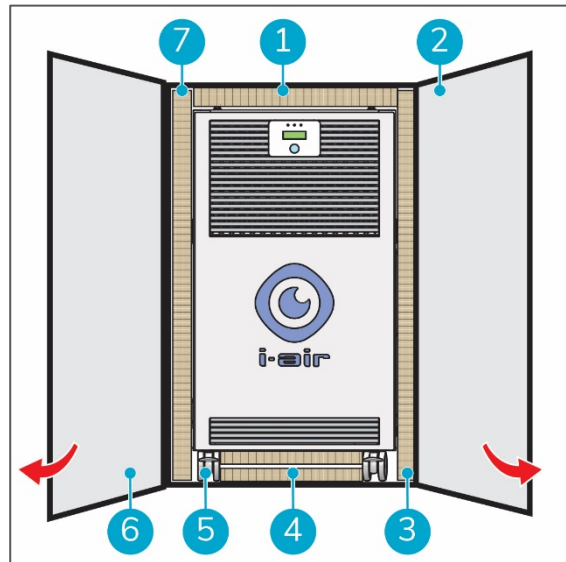

Abbildung 7
2. Öffnen Sie die vorderen Kartondeckel (Abbildung 7, Pos. 2 und 6).
- Nun wird der i-air Pro sichtbar, siehe Abbildung 7.
4. Ziehen Sie den Wabenkarton auf der linken und der rechten Seite heraus (Abbildung 7, Pos. 3 und 7).
5. Ziehen Sie die beiden Wabenkartons unter dem i-air Pro heraus (Abbildung 7, Pos. 4).
6. Lösen Sie die Lenkrollen (Abbildung 7, Pos. 5) und ziehen Sie den i-air Pro aus dem Karton.
7. Nehmen Sie den Wabenkarton vom i-air Pro ab (Abbildung 7, Pos. 1).